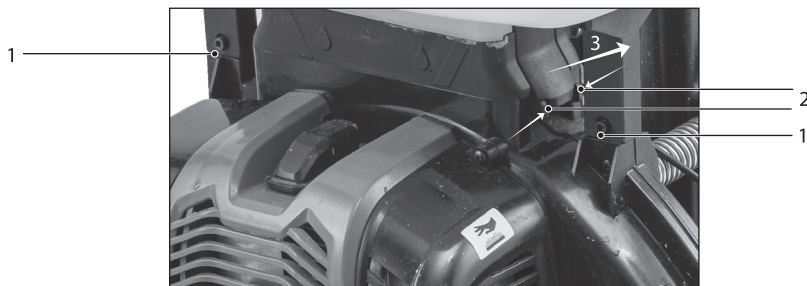

Рис. 9
3. Открутите два винта 1 (рис. 9) с помощью инструмента из комплекта. Аккуратно нажмите на оба лепестка 2 фиксатора и потяните в направлении 3 для открытия замка. Прделайте те же действия с фиксатором на противоположной стороне.